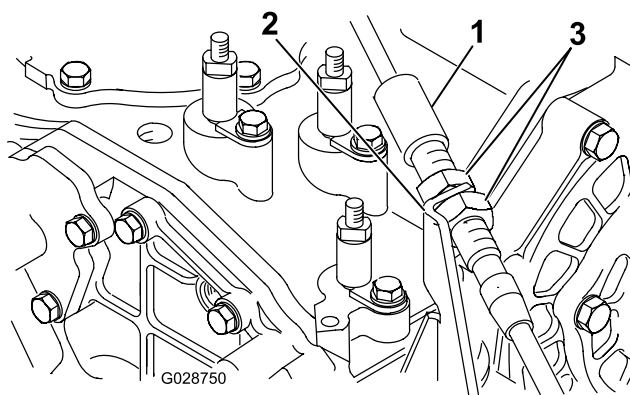

Рисунок 14
5. Вставьте другой конец троса рычага механизма отбора мощности в отверстие на правой стороне пульта и через держатель троса в задней части пульта (Рисунок 14).